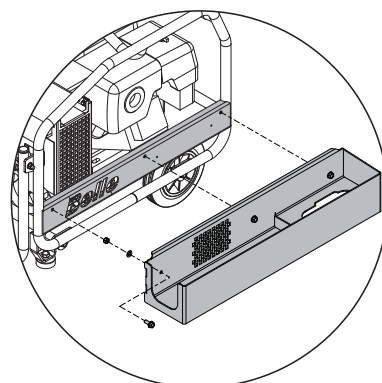

Abb. 5
1. Richten Sie die 3 Löcher auf der Seite des Werkzeugträgers auf die 3 Löcher links auf dem Seitenschutz aus. Befestigen Sie den Werkzeugträger mithilfe der im Bausatz bereitgestellten 3 M8-Schrauben, Muttern und Unterlegscheiben. Mit 28 Nm festziehen (**siehe Abb. 5**)